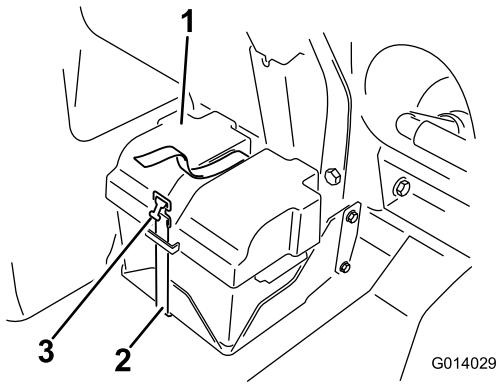
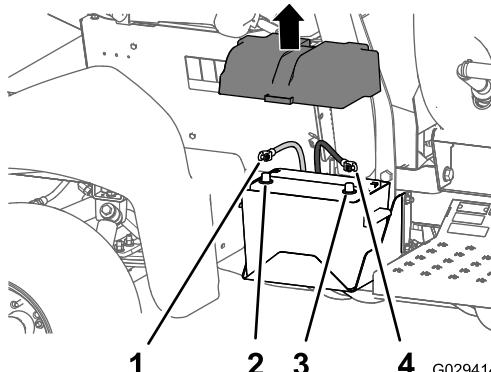

図 1
図 2
4. バッテリーについているカバーを外し、バッテリーのマイナス黒端子からケーブルを外す 図 1 と 図 2。
5. バッテリー端子からプラス赤ケーブルを外す 図 2。